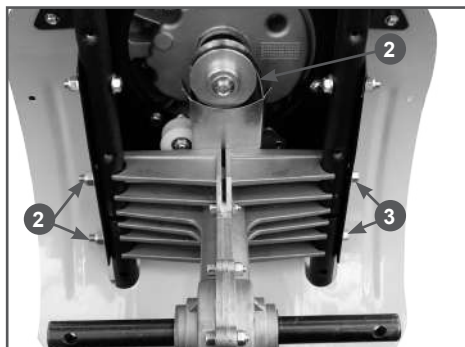

Рис. 24. Обслуживание ремня привода
4. Проверьте состояние ремня 1 (Рис. 24). Если ремень протерт, надорван или заметны иные повреждения, немедленно замените его.